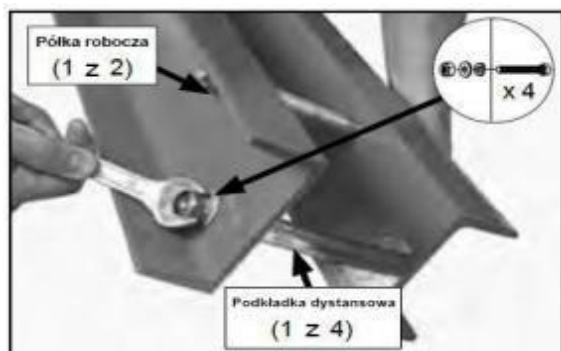

Fig. 6
9. Montați platforma de lucru folosind 4 bucăți de manșon și fixați-o cu 4 șuruburi M12, șaibe 12 mm și șuruburi M12, precum pe Fig.6